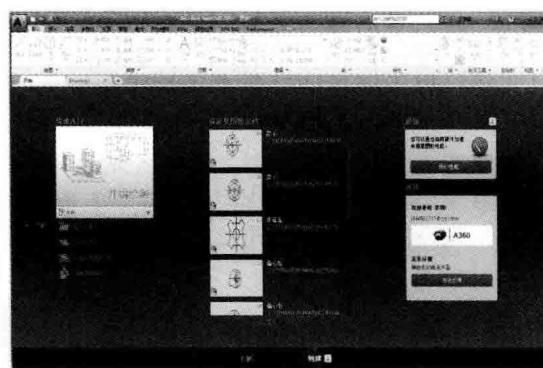

图 1-4 “开始”对话框
**步骤 02** 程序启动后，将弹出“开始”对话框，如图 1-4 所示。